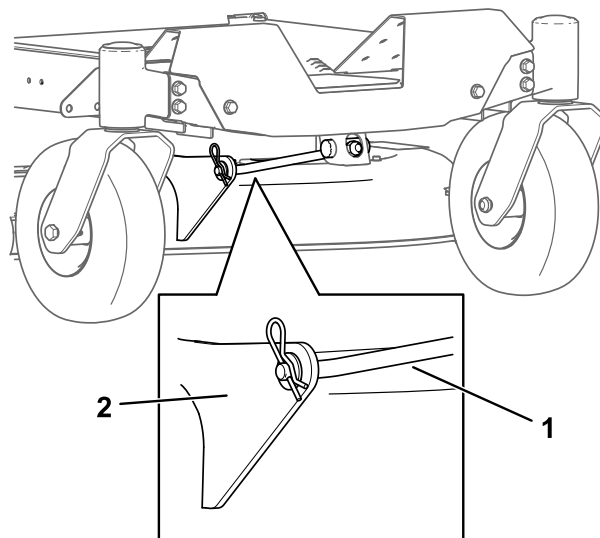

Figure 71
5. Retirez la goupille fendue de la tige de support avant et déposez la tige du support de plateau (Figure 71).
8. Fixez la tige de support avant au plateau de coupe à l'aide de l'axe de chape et de la goupille fendue (Figure 71).